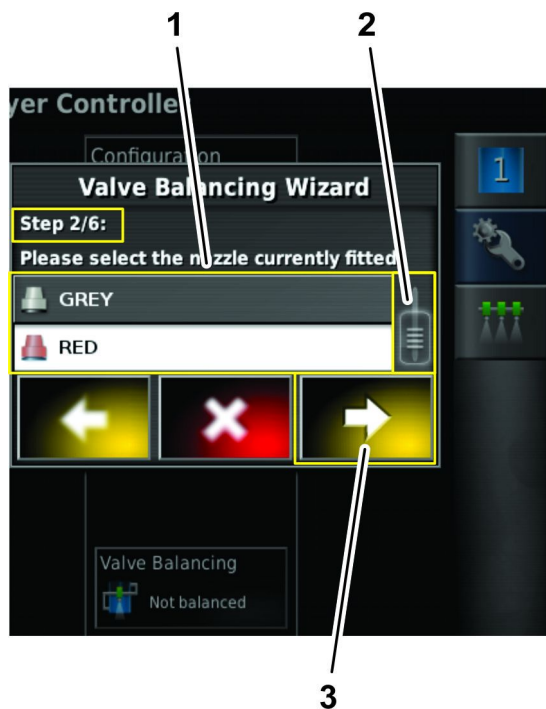

图 48
2. 在阀门平衡向导的第 2 步根据需要拖动滚动条以显示正在配置的喷嘴然后从下拉列表中按该喷嘴图标 图 48。
3. 按下一步图标 图 48。